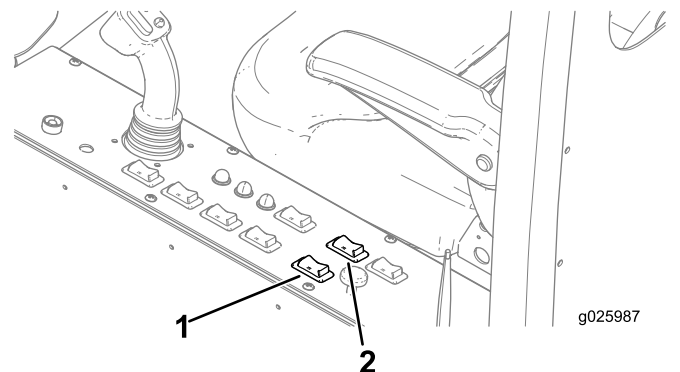

Figura 50
1. Mova para trás o interruptor de MOVIMENTAÇÃO DA CABINE (até a parada da cabine) para mover a cabine à posição de PERFURAÇÃO (Figura 50).
2. Mova para trás o interruptor de GIRO DA CABINE para girá-la à posição de perfuração desejada (Figura 50).
1. Mova para frente o interruptor de GIRO DA CABINE (até a parada da cabine) para girar a cabine à posição de TRANSPORTE (Figura 50).
2. Mova para frente o interruptor de MOVIMENTAÇÃO DA CABINE (até a parada da cabine) para movê-la à posição de TRANSPORTE (Figura 50).